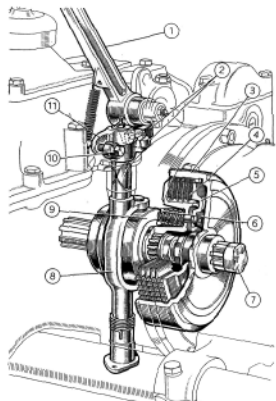

Fig. 42. - Frizione di sterzo sinistra.
**Ogni 240 ore di lavoro.** Se la corsa a vuoto delle leve a mano di comando risulta sensibilmente diminuita in seguito ad usura delle guarnizioni dei dischi frizionanti, è necessario controllare il giuoco di disinnesto delle frizioni operando nel modo seguente (fig. 42):